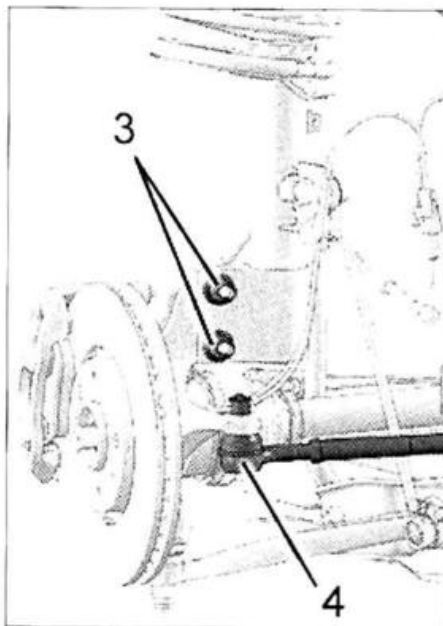

FIG. 2
- el pasador (1)
- la pista de chapa (2)
- Separar la rótula de dirección (4) (fig. 2).
- Desmontar las 2 tuercas (3).